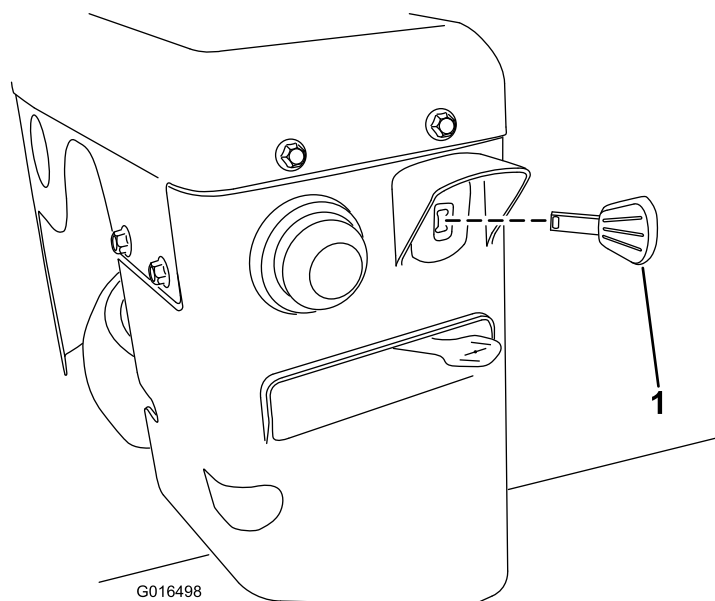

Figure 25
3. Insérez complètement la clé de contact (Figure 25).